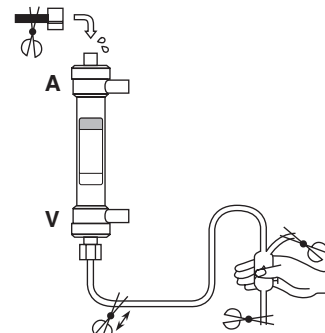

Fig.3/Abb.3/Εικ.3
- 5) Sluit de arteriële slang die is gevuld met fysiologische zoutoplossing voorzichtig aan op de arteriële poort en zorg ervoor dat er geen lucht in de dialysator komt. Als er luchtballen worden waargenomen in de arteriële poort, verwijder ze dan door in de veneuze druppelkamer te knijpen. (Fig. 3)